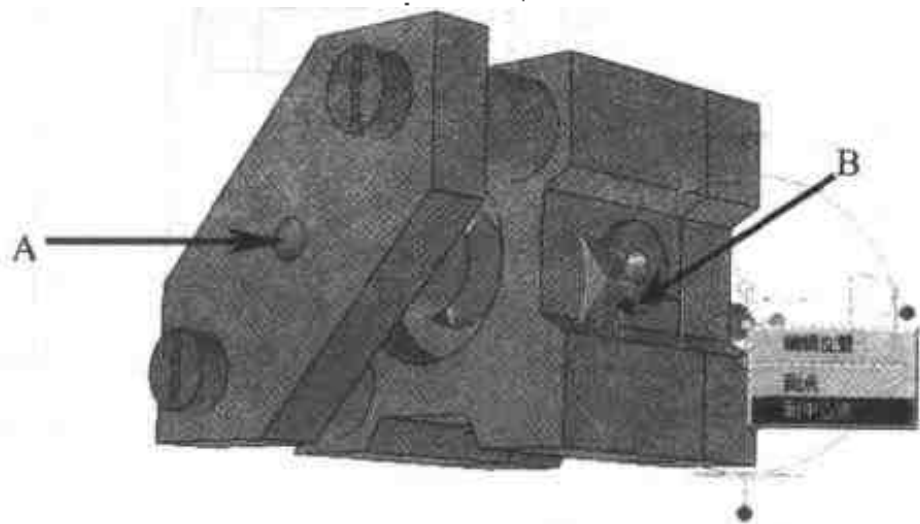

图 3.92 定位手柄
- (1) 单击【插入零件/装配】按钮, 打开书附光盘\score\example\jixie\3\钻模装配手柄.ics 文件。
- (2) 在【设计树】里面选择【手柄】, 然后单击【三维球】按钮, 右击三维球的中心, 选择【到中心点】命令, 单击如图 3.92 所示的圆周 A。
- (3) 单击如图 3.92 所示的手柄(B), 向右移动一定的距离, 右击显示的数值, 将距离改为 24。